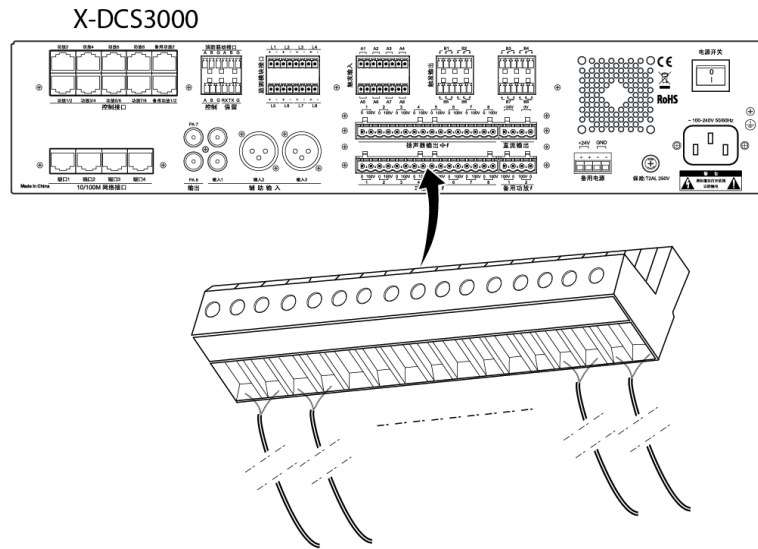

图13 安装 X-DCS3000 100V 输入接线端子示意图
- f. 将已装线缆的功放输入接线端子插入 DCS 的 PA 音频输入端口，如图 13 所示。